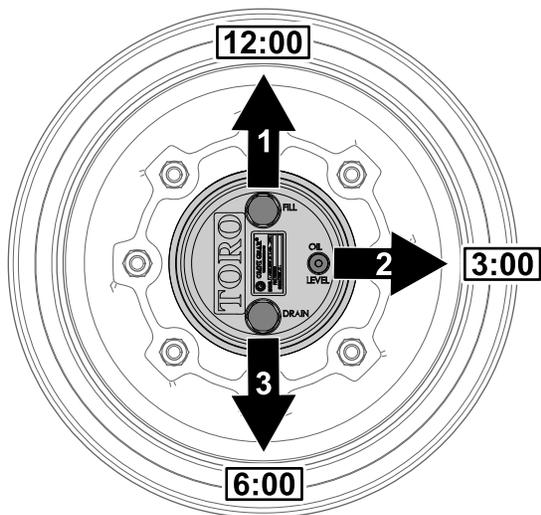

Figura 104
1. Parcheggiate la macchina su una superficie pianeggiante e posizionate la ruota in modo che il tappo di riempimento si trovi nella posizione a ore 12, il tappo di controllo nella posizione a ore 3 e il tappo di spurgo nella posizione a ore 6 (Figura 104).
2. Rimuovete il tappo di controllo nella posizione a ore 3 (Figura 104).
1. Parcheggiate la macchina su una superficie pianeggiante, posizionate la ruota in modo che il tappo di riempimento si trovi nella posizione a ore 12, il tappo di controllo nella posizione a ore 3 e il tappo di spurgo nella posizione a ore 6; fate riferimento alla Figura 104 in Controllo del lubrificante della trasmissione degli ingranaggi a ruotismo planetario (pagina 76).